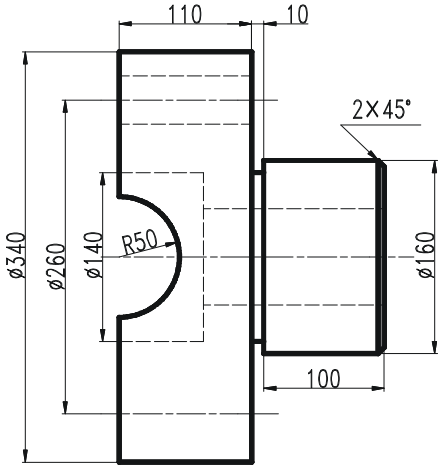

图 3-5-4
(4) 再使用 LINE 命令在“点划线”层绘制点划线，最终效果如图 3-5-4 所示。